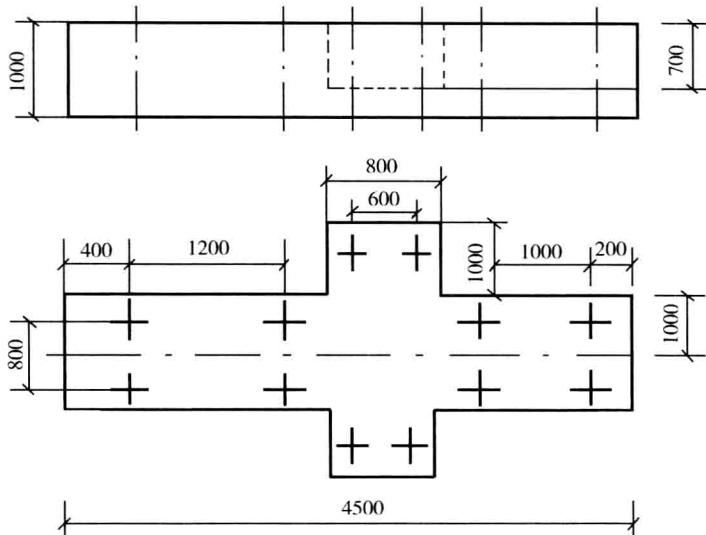

图1-7 镗床示意图（单位：mm）
**【例8】** 安装一台镗床，本体安装，机重13t，如图1-7所示，计算其相关工程量。